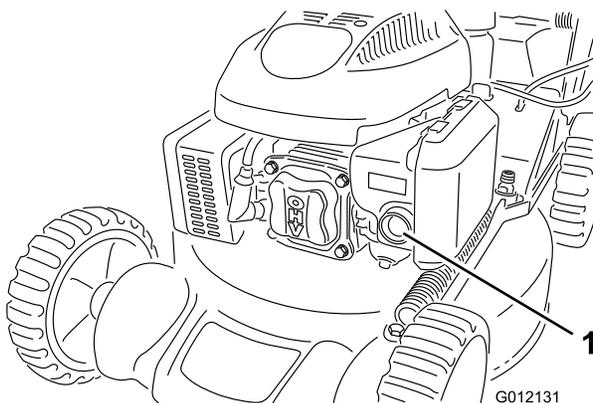

Bild 11
1. Drücken Sie die Kaltstarthilfe dreimal kräftig mit dem Daumen, halten Sie die Kaltstarthilfe jeweils für eine Sekunde gedrückt (Bild 11).